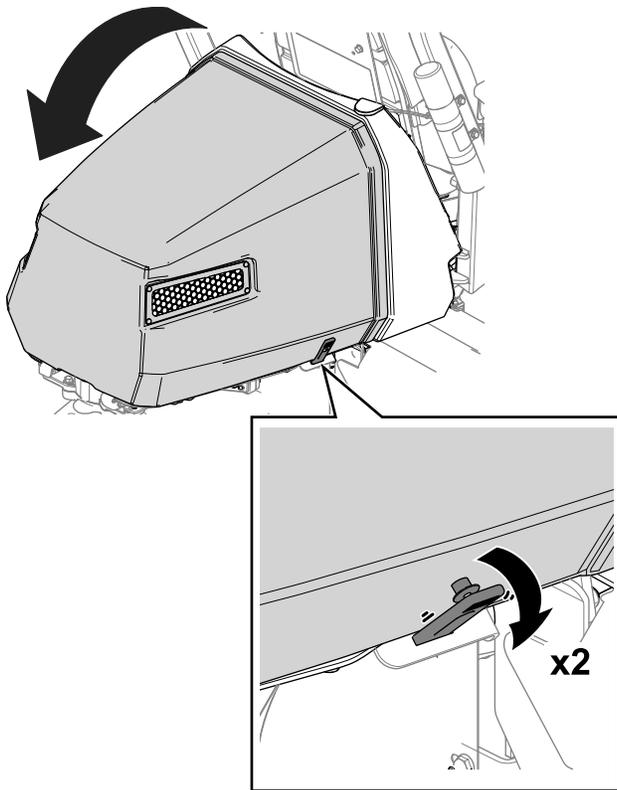

Figura 36
1. Liberte as correias de cada lado do capot (Figura 36).
2. Eleve o capot (Figura 36).